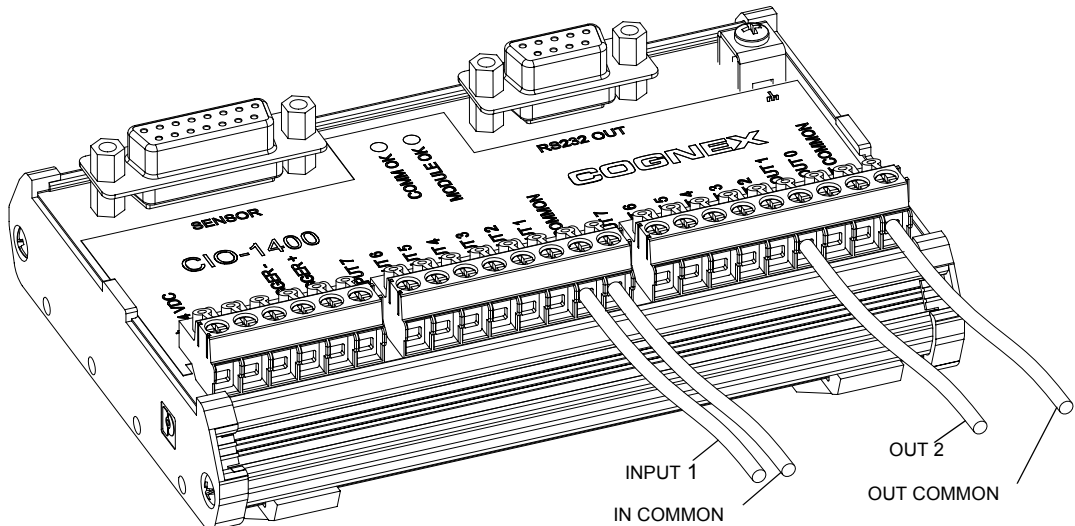

図 2-1: I/O ワイヤの接続
| 図 2-1: | I/O ワイヤの接続..... | 4 |
4. リモート I/O デバイスからの信号およびグラウンド線を、図 2-1 に示すように端子ブロックの適切な位置に挿入します。